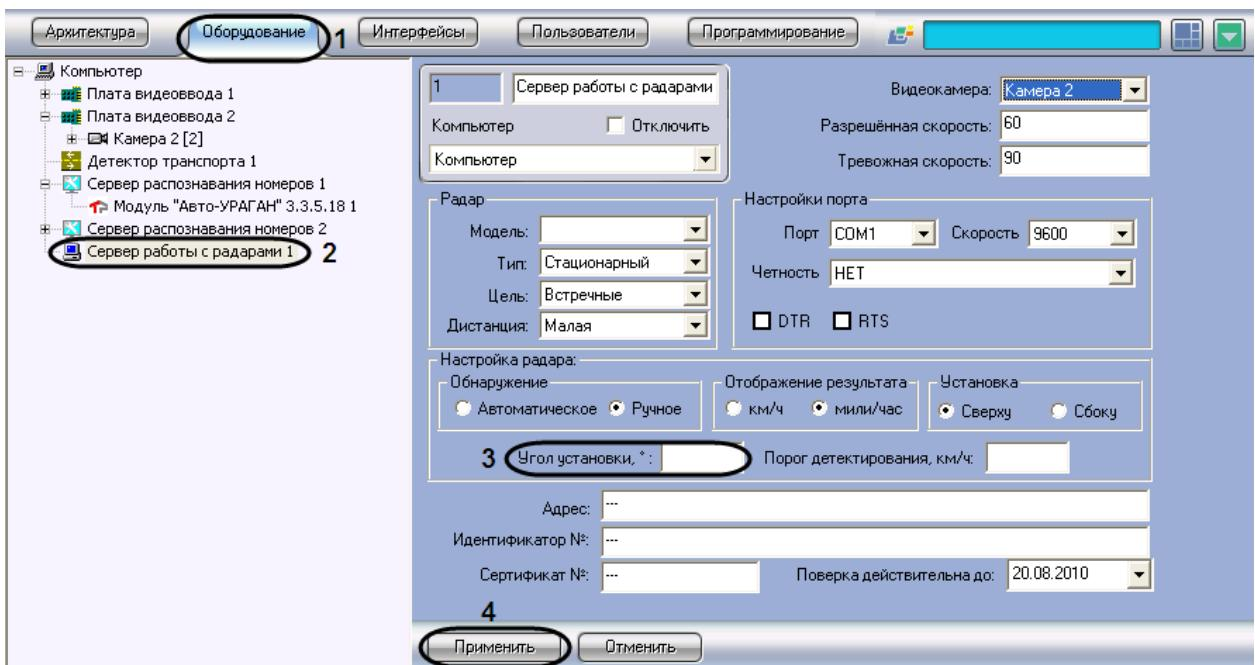

Рис. 7.3—12. Указание угла наклона устройства «Радар» над дорогой
1. В диалоговом окне «Настройка системы» перейти на вкладку «Оборудование» (см. Рис. 7.3—12, 1).
2. В дереве объектов на вкладке «Оборудование» выбрать объект «Сервер работы с радарами», соответствующий настраиваемому программному модулю «Радар» (см. Рис. 7.3—12, 2). В правой части вкладки «Оборудование» отобразится панель настройки выбранного объекта.
3. Задать в поле «Угол установки,⁰» угол наклона устройства «Радар» над полосой дорожного движения (см. Рис. 7.3—12, 3).